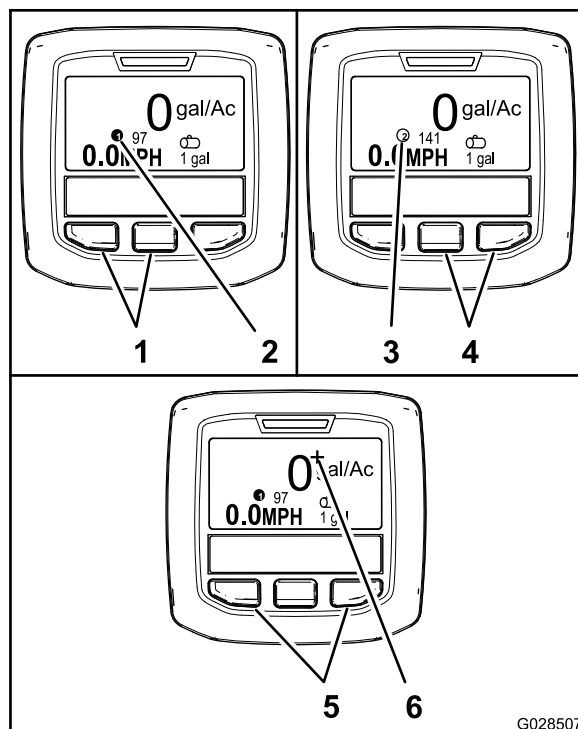

图 66
- 要选择喷洒率 1 请按 InfoCenter 信息中心的左侧 2 个按钮图 66。
- 要选择喷洒率 2 施用率请按右侧 2 个按钮图 66。
- 要临时运用增加喷洒率请按住靠外的 2 个按钮图 66。